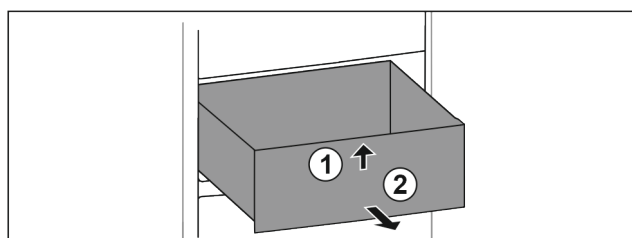

Fig. 59
- ▶ Levante el cajón por delante. Fig. 59 (1)
- ▶ Extraiga el cajón hacia adelante. Fig. 59 (2)